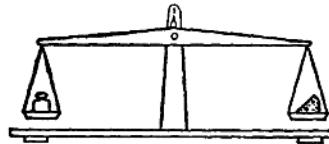

图 1-18
2. 一片奶酪的重量可用天平和砝码来确定。这种方式是 模拟/数字 方式(见图 1-18)。